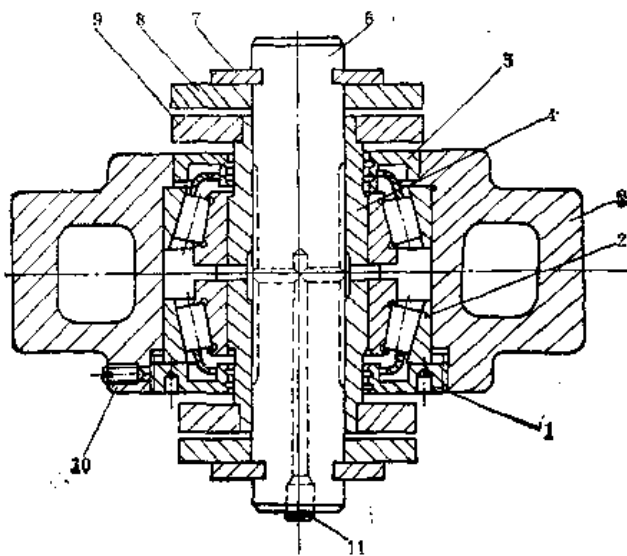

图8-1-19 导向轮
(2) 牵引链条及输送小车的装配 在装配牵引链条时，先装好导向轮总成(图8-1-19)。注意在装配导向轮锁紧端盖时，其锁紧力不能过大或太松，要保证导向轮在装完后转动灵活，又无轴向窜动。锁紧端盖侧面顶丝要加铝垫顶牢，防止锁紧端盖松脱。在装配牵引链条时，要求导向轮锁紧端盖一侧在下方，导向轮轴油嘴一侧也朝下方，以便在传动站加油润滑。在装两种内链板时，要注意普通铰节和活络铰节交错装配(即一组普通铰节，一组